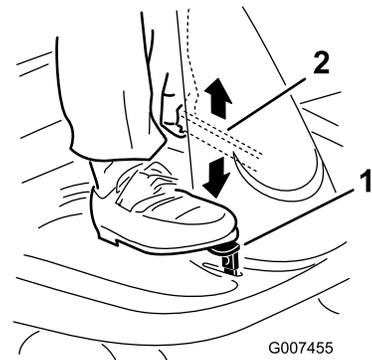

Figure 4
1. Appuyez sur la pédale de frein et maintenez-la enfoncée (Figure 4).
2. Relevez le levier de frein de stationnement (Figure 4) et relâchez progressivement la pédale de frein.
1. Appuyez sur la pédale de frein (Figure 4) et maintenez-la enfoncée.
2. Appuyez sur le levier du frein de stationnement (Figure 4) et relâchez progressivement la pédale de frein.